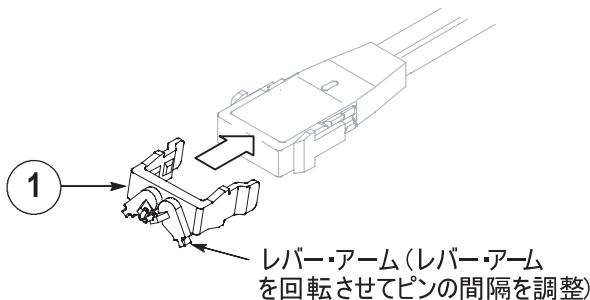

図 14 : 可変スペーシング Tip-Clip アセンブリ
1. 可変スペーシング Tip-Clip アセンブリをプローブ・チップに取り付けます (20 ページの図 14 を参照)。Tip-Clip は、機械的な取り付け極性を区別する必要はありませんが、プローブの測定極性は、可変スペーシング Tip-Clip に接続されるプローブ入力の極性による影響を受けます。